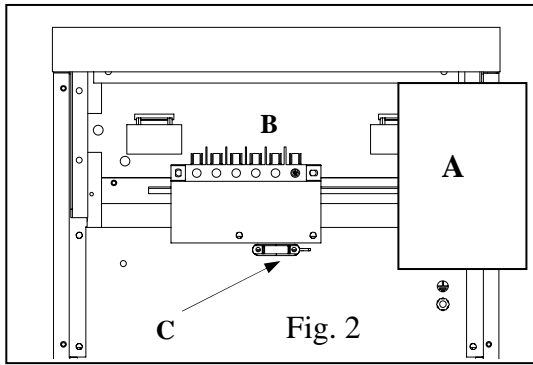

Fig. 2
(FR) Déposer les vis maintenant le capot arrière rep. **A** (fig. 2). Raccorder au bornier **B** suivant figures 2 & 3. Fixer le câble au moyen du serre câble rep. **C** (fig. 2).
(GB) Remove the screws that secure the rear cover, item **A** (fig. 2). Connect to terminal block **B** in accordance with Figures 2 & 3. Secure the cable by means of cable clamp, item **C** (fig. 2).
(NL) Verwijder de bevestigingsschroeven van achterpaneel **A** (fig. 2). Aansluiten op klemblok **B** volgens figuur 2 & 3. Bevestig de kabel met behulp van kabelklem **C** (fig. 2).